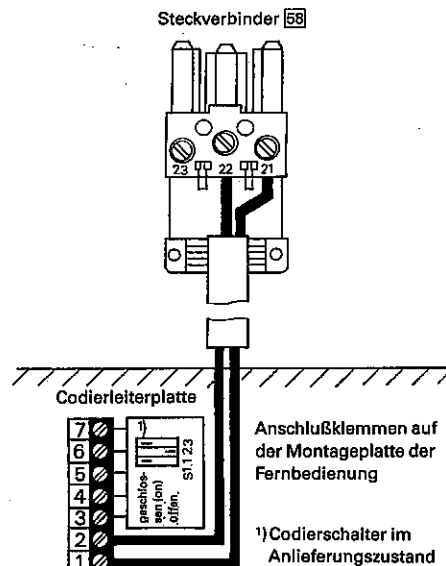
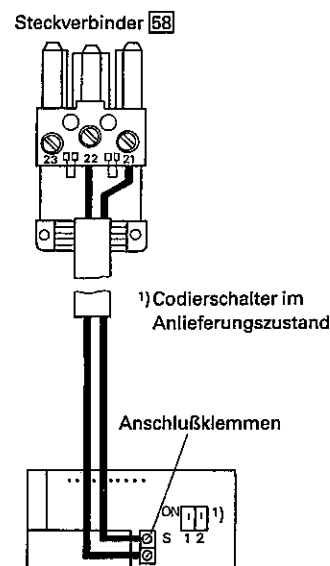

Abb. 45
Abb. 46
2. Anschlußleitung der Fernbedienung MC im Steckverbinder [58] entsprechend Abb. 45 bzw. Anschlußleitung der Fernbedienung-F entsprechend Abb. 46 anschließen.